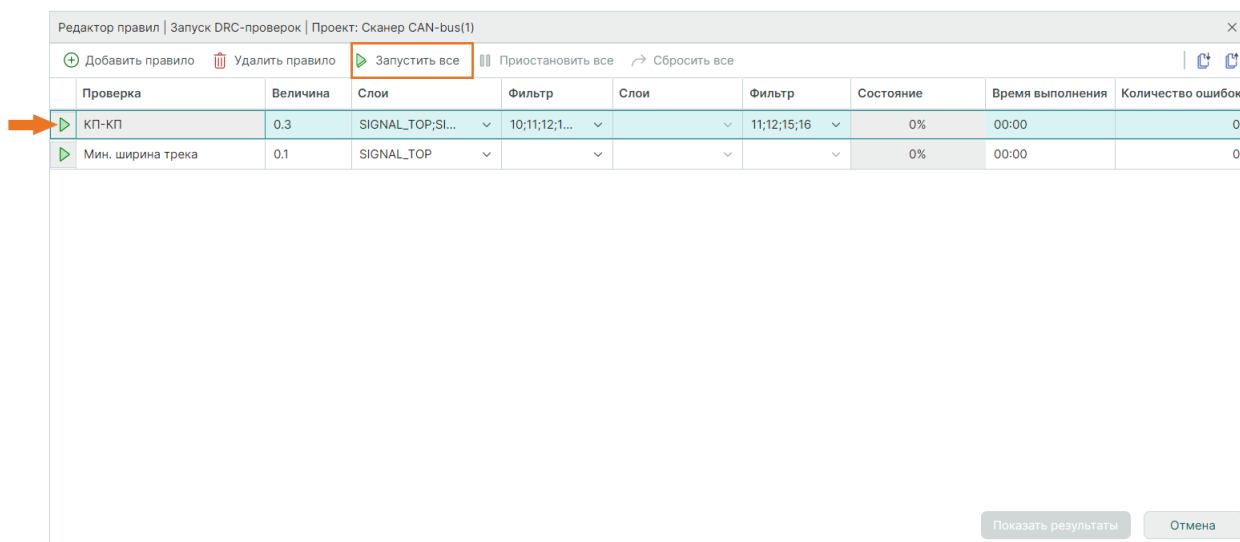

Рис. 648 Запуск проверки
4. Для запуска проверки одного правила используйте кнопку  слева от строки правила, для проведения проверки с использованием всех добавленных правил нажмите «Запустить все», см. Рис. 648.